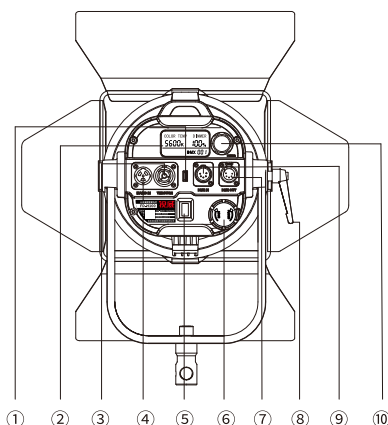

图3 FD-H100后视图
长按参数调节旋钮 (图3 ⑩) 约2s即可进入通信地址的设置界面, 通信地址设置范围:001-512。
LCD数码管字段闪烁表示当前位被选定, 旋转参数调节旋钮 (图3 ⑩) 设置当前位, 按压参数调节旋钮 (图3 ⑩) 确定当前位的设置并进入下一位的设置; 当完成最后一位的设置时, 按压旋转参数调节旋钮 (图3 ⑩) 或等待约5s, 退出通信地址的设置。